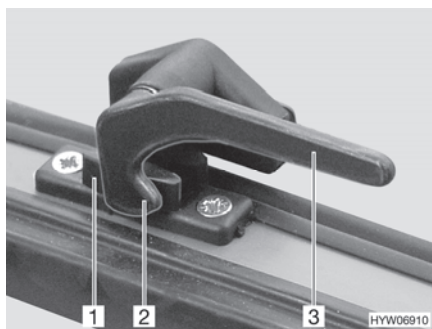

Fig. 68 Palanca de bloqueo en la posición "cerrada"
- Girar la palanca de bloqueo (Fig. 68,3) un cuarto de vuelta hacia la mitad de la ventana.
- Girar la palanca de bloqueo (Fig. 68,3) un cuarto de vuelta hacia el marco de la ventana. El saliente de bloqueo (Fig. 68,2) se encuentra en la cara interior del bloqueo de la ventana (Fig. 68,1).
- En la posición "cerrada fijamente" (Fig. 68)